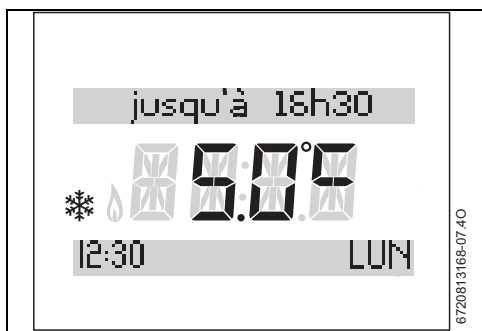

Fig. 10 Protection antigel active lors d'une période **OFF** pendant le mode **AUTO**
Appuyer sur le bouton une fois et le relâcher pendant une période OFF du mode de service **AUTO** affiche le réglage actuel de la température et l'heure de la prochaine période ON. L'exemple illustré ci-dessous (→ fig. 10) indique que le chauffage central est à l'arrêt et ne se remettra pas en marche jusqu'à 16:30. Cependant, si la température chute en-dessous de 5 °C le chauffage se mettra en marche. Ce réglage sert à protéger contre le gel, et le symbole de protection antigel s'affiche.
**i** Si le programmateur/thermostat d'ambiance est dans une période AUTO, le thermostat d'ambiance affiche **jusqu'à** pour indiquer l'heure du prochain changement de période et le réglage de la température souhaitée (→ fig. 10).